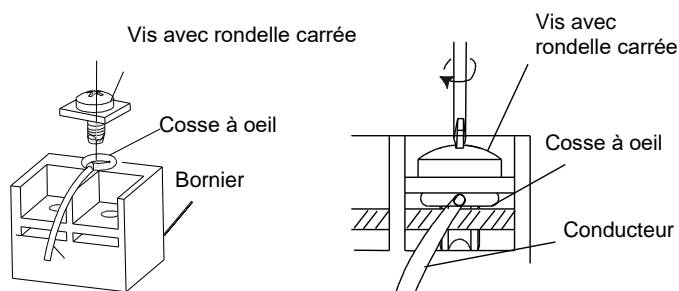

Fig. 27
- Poser la cosse à œil sur le bornier et le fixer à l'aide de la vis (figure 27)